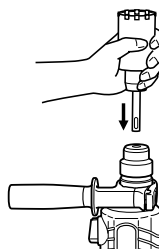
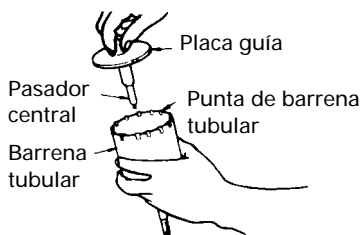

Fig. 16
Fig. 17
- (2) Montar la espiga de la barrena tubular en el martillo perforador. (Fig. 16)
- (3) Insertar el pasador central en la placa guía hasta que se pare.
- (4) Unir la placa guía con la barrena tubular y girar la placa guía hacia la izquierda o hacia la derecha de forma que no se caiga a pesar de estar indicando hacia abajo. (Fig. 17)